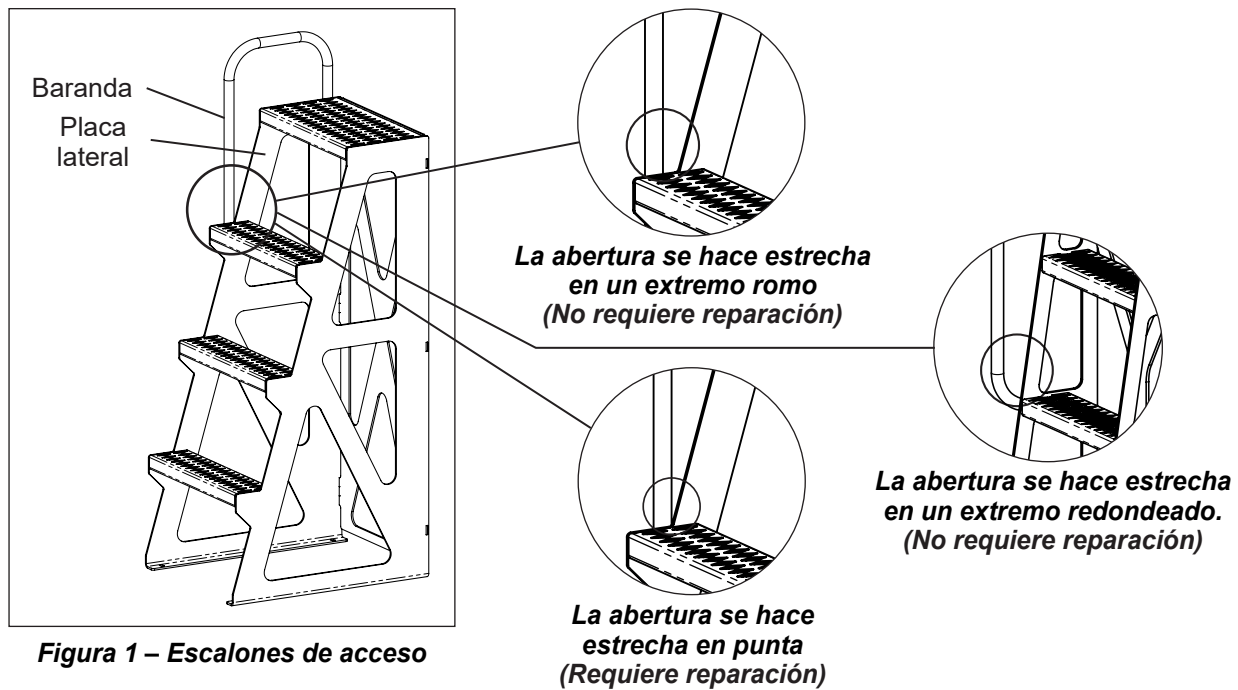

Figura 1 – Escalones de acceso
2. Localice el ensamble de los escalones de acceso que se ven como la Figura 1 en la unidad. Localice la abertura entre la parte vertical larga de la baranda y el borde superior de la placa lateral angulada de los escalones. Inspeccione visualmente la abertura para ver si se hace o no más angosta en un punto en la parte inferior.